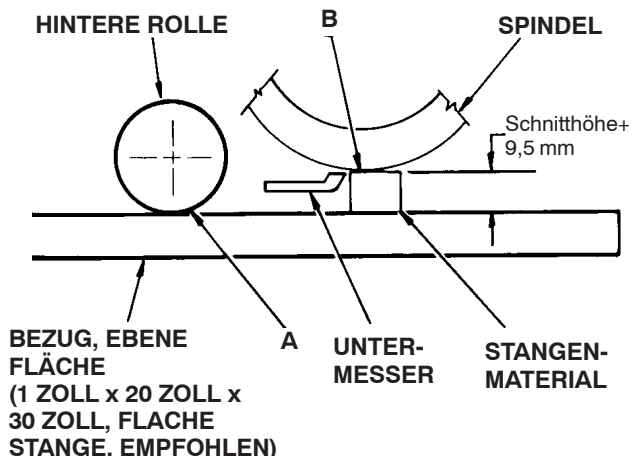

Bild 16
2. Setzen Sie ein 70 cm langes Stangenmaterial (Bild 16), das ungefähr 9,5 mm dicker als die gewünschte Schnitthöhe ist, unter die Spindel gegen die Schnittkante des Untermessers (Bild 16). Die Spindel (nicht das Untermesser) muss das Stangenmaterial über die ganze Länge berühren.
5. Setzen Sie ein (Bild 16) 70 cm langes Stangenmaterial unter die ganze Länge der Spindel, neben dem Untermesser ein. Die Dicke sollte der gewünschten Schnitthöhe entsprechen.